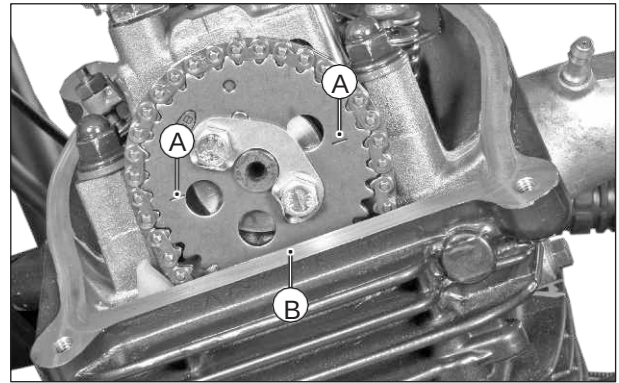

Fig. 3.80
- Monte el piñón de distribución junto con la cadena en el eje de levas mientras alinea las marcas del piñón (A) con la superficie plana de la culata (B). (Fig. 3.80)